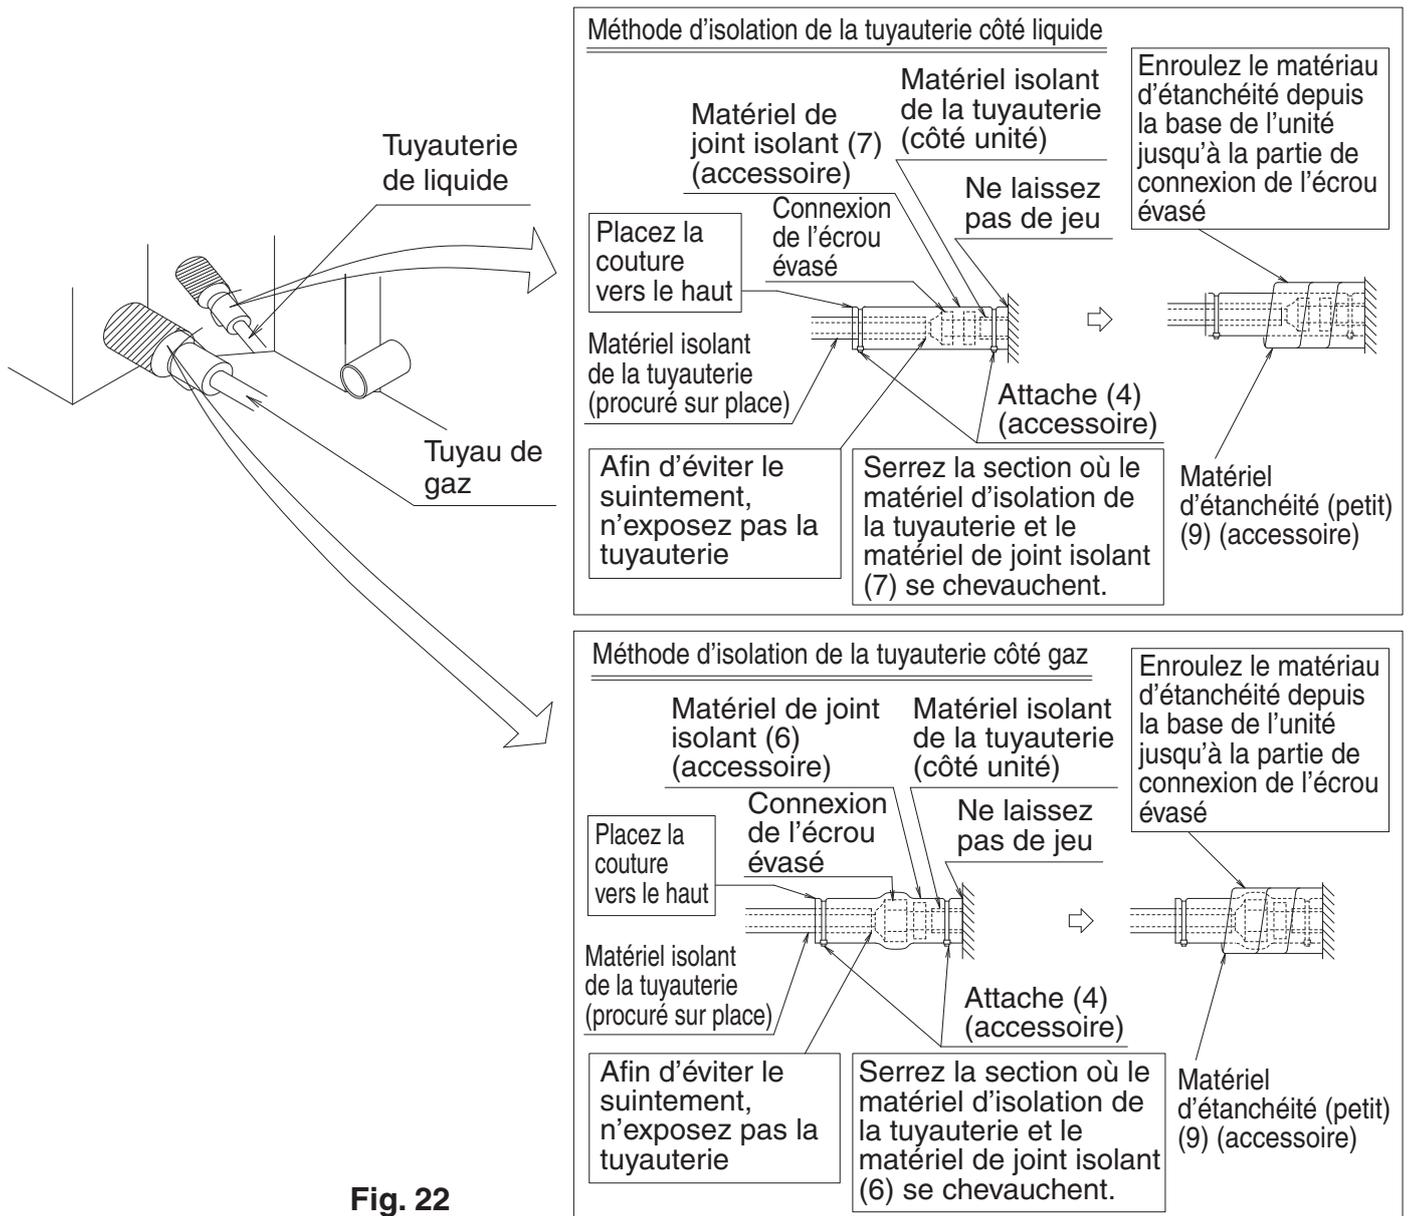

Fig. 22
- Après le test de fuite, en vous référant à la **Fig. 22**, isolez les connexions des tuyaux de gaz et de liquide avec le matériel de joint isolant fourni (6) et (7) afin d'éviter que les canalisations ne soient exposées. Ensuite, serrez les deux extrémités du matériel isolant avec l'attache (4).